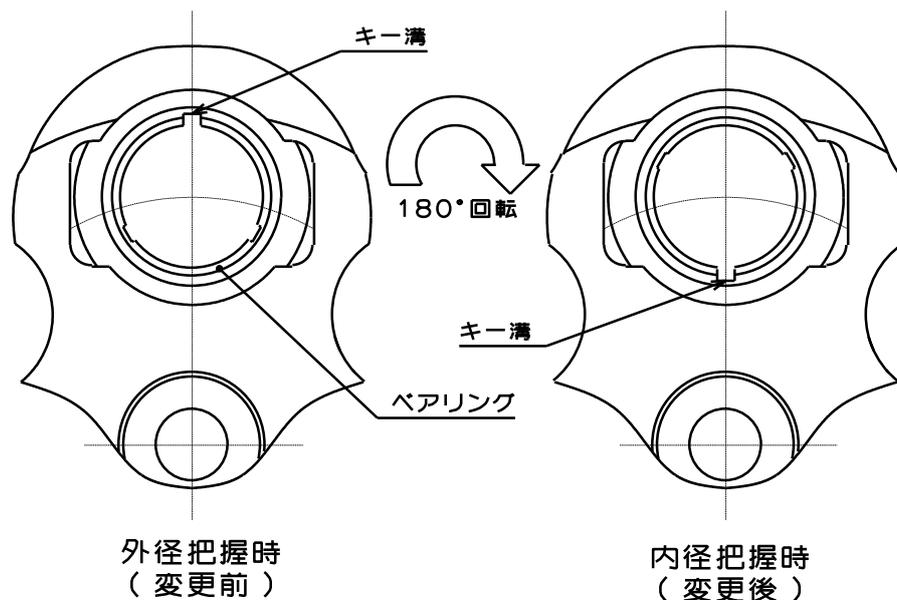

図 4-3
- ⑥ベアリングをキー溝の位置を目安に 180° 水平回転して下さい。(図 4-3 参照)